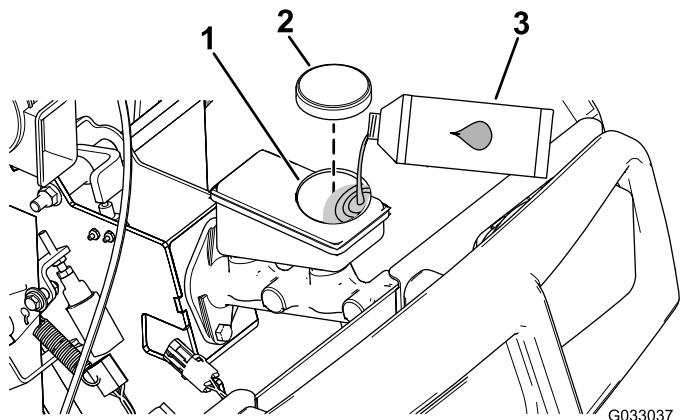

図 16
2. フードを持ち上げてブレーキのマスターシリンダとブレーキ液タンクにアクセスできるようにする 図 16。
- ウェスでタンクのキャップの周囲をきれいに拭いてキャップ外す図 16。
- タンクにキャップを取り付ける図 16。